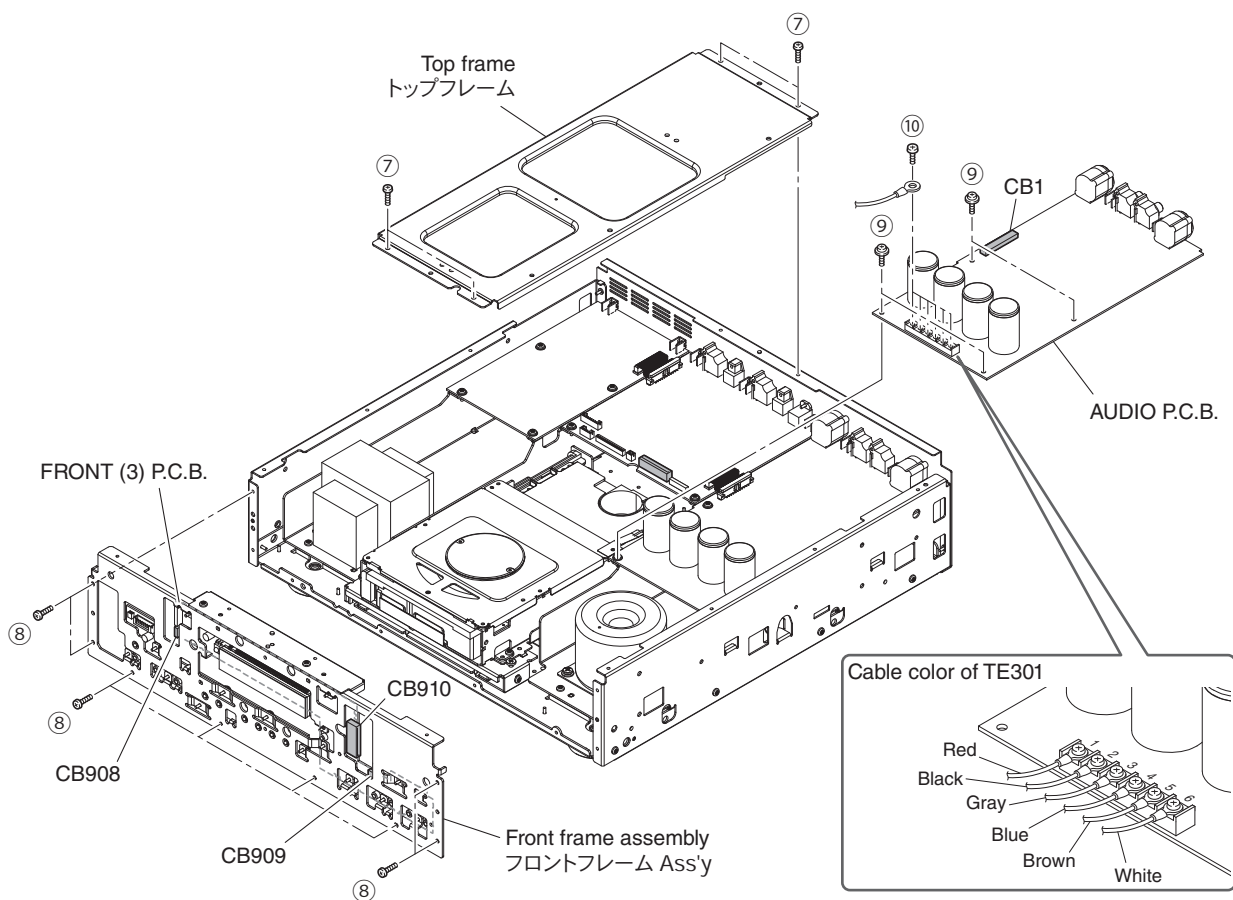

Fig. 5
- Remove 4 screws (7) and then remove the top frame. (Fig. 5)
- Remove 8 screws (8). (Fig. 5)
- Remove CB908, CB909 and CB910. (Fig. 5)
- Remove the front frame assembly. (Fig. 5)
- Remove 4 screws (9). (Fig. 5)
- Remove 6 screws (10) and disconnect 6 cables. (Fig. 5)
- \* Make sure that all the removed cables are reinstalled at specified positions. (Fig. 5)
- Remove CB1. (Fig. 5)
- Lift the front of AUDIO P.C.B. and then remove it. (Fig. 5)
- 7 のネジ 4 本を外し、トップフレームを外します。(Fig. 5)
- 8 のネジ 8 本を外します。(Fig. 5)
- CB908、CB909、CB910 を外します。(Fig. 5)
- フロントフレーム Ass'y を外します。(Fig. 5)
- 9 のネジ 4 本を外します。(Fig. 5)
- 10 のネジ 6 本を外し、ケーブル 6 本を外します。(Fig. 5)
- ※ 取り外したケーブルはすべて決められた位置に取り付けてください。(Fig. 5)
- CB1 を外します。(Fig. 5)
- AUDIO P.C.B. の前方を持ち上げて外します。(Fig. 5)